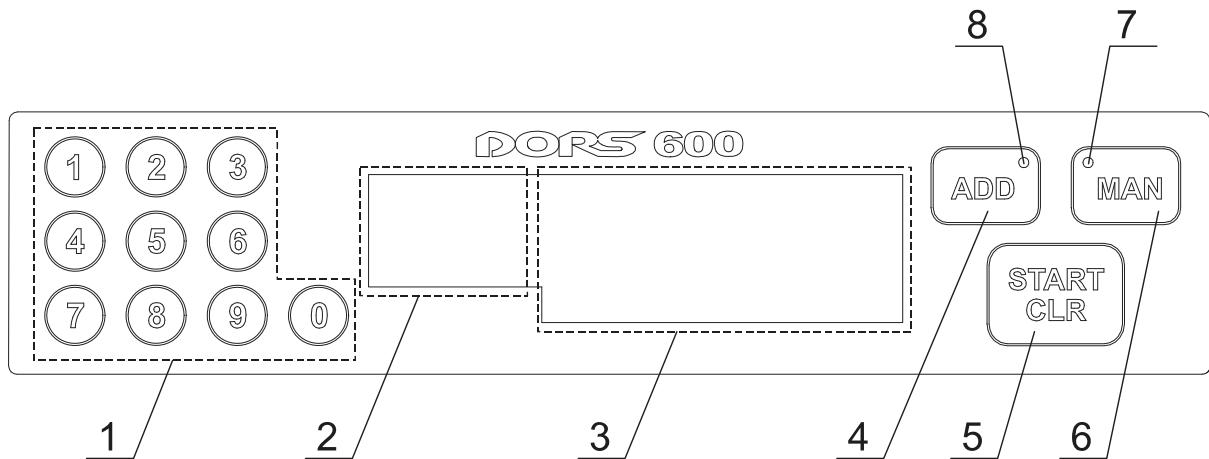

Рис.3
На рис.3 представлен вид панели управления прибором.
1. При включенной функции суммирования индикатор (8) на панели управления (см. рис. 3) светится красным.
2. Для включения режима ручного старта нажмите переключатель «**MAN**». При включенной функции ручного старта индикатор (7) на панели управления (см. рис. 3) светится красным. Для начала счета нажмите клавишу «**START/CLR**».